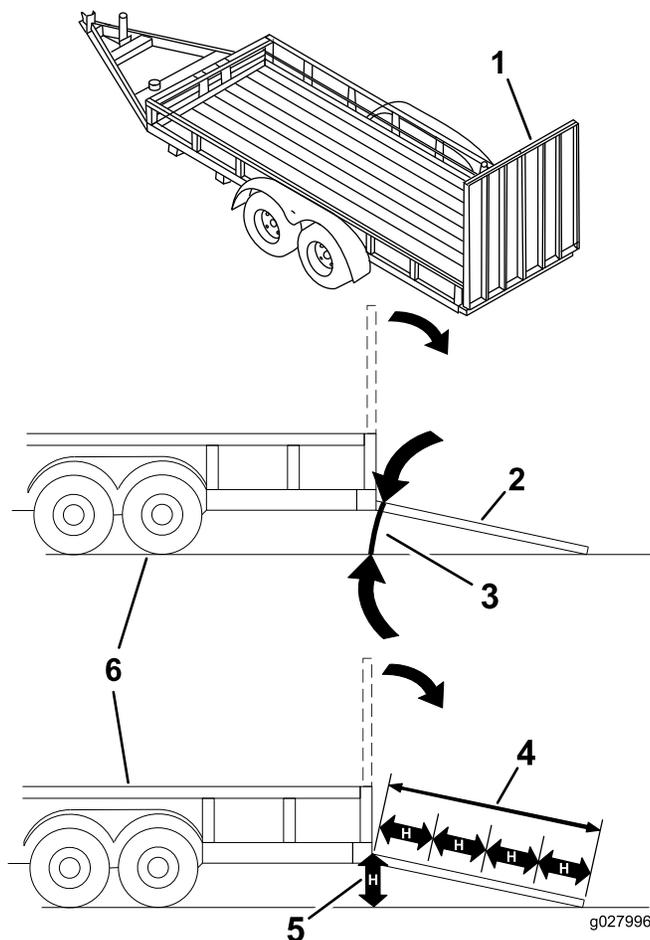

図 38
マシンをトレーラなどに搭載する作業は、機体を転倒させる危険をはらんでおり、万一そのような事故が起こると死亡事故など重大な人身事故となる 図 38。
3. 歩み板を降ろす板と地面との角度が 15° 以下となるにすること 図 38。
1. 歩み板を降ろす板と地面との角度が 15° 以下となるようにすること 図 38。